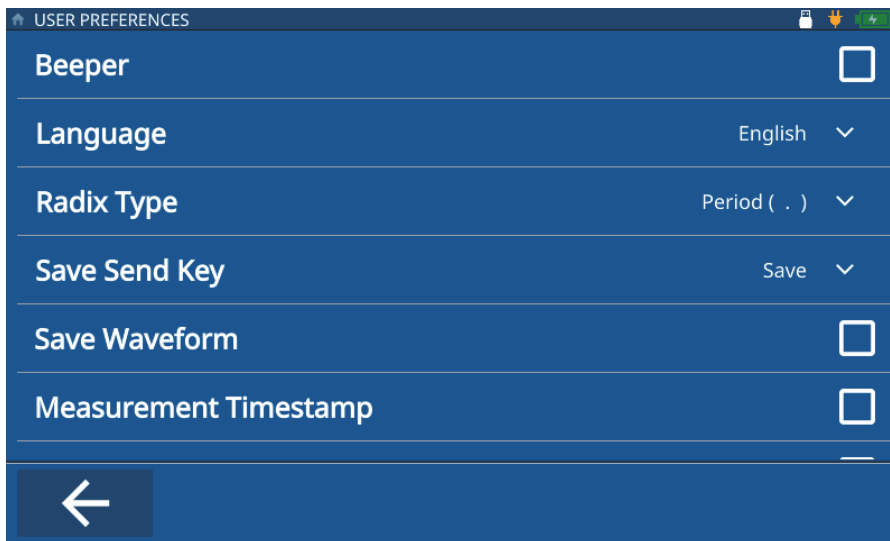

Figura 1-3 Pantalla de preferencias de usuario (User Preferences)
5. Pulse la tecla **Language** (Idioma) y seleccione el idioma deseado a partir de la lista descendente (ver Figura 1-3 en la página 12).